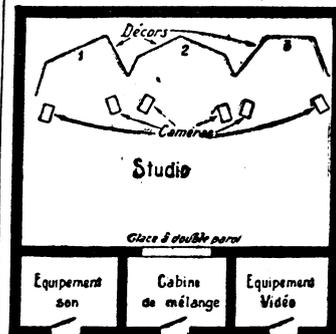

Fig. 4. — Type de studio équipé pour les émissions de télévision.
machinerie compliquée pour les décors. C'est pourquoi on a pensé tourner la difficulté en utilisant un grand studio sur lequel on peut placer côte à côte plusieurs décors, chacun d'eux étant « exploré » à l'aide d'une ou deux caméras de prise de vue. C'est une telle solution qui a été préconisée dans une étude de Y. Angel (1), ingénieur au Service Télévision de la Radiodiffusion Française (la solution idéale étant celle de studios multiples placés autour d'un centre de régie et d'équipement, préconisée par H. Delaby, chef du Centre Emetteur de Paris (2). Dans le cas du studio à plusieurs décors, on prévoit, comme l'indique la figure 4, un espace réservé à la cabine de mélange et d'où s'effectue le contrôle de la scène; de part et d'autre de cette ca-